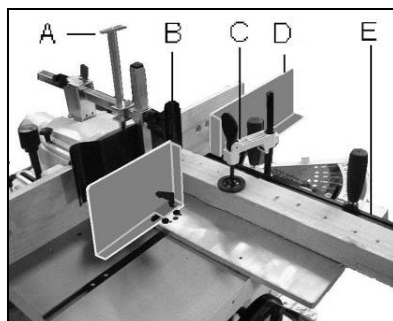

Fig 16
Le dispositif de retenue en bas de la pièce d'œuvre (C, Fig 16) et la butée de guidage (E) assurent la stabilité de la pièce à usiner pendant le travail.